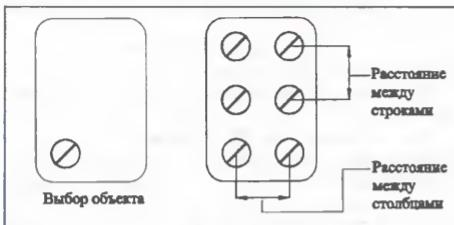

Рис. 528
2. Указать исходный объект (1).
4. Используя объектную привязку "Центр", указать центр массива (2).
- Прямоугольный массив (рис. 528).**